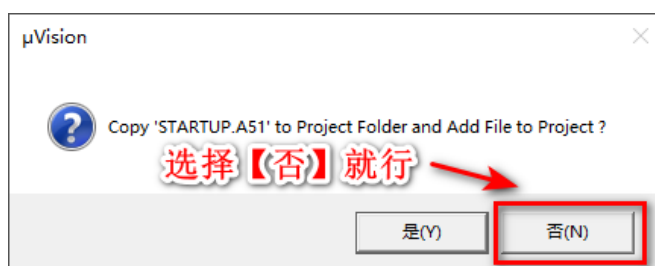

图 2-14 添加启动文件选择
(4) 选择完单片机型号后，会弹出是否添加启动文件的窗口，如图 2-14 所示界面，选择【否】就行，其实选择【是】也完全没有影响，只是会在工程中添加一个【STARTUP】的启动文件，无视就行。